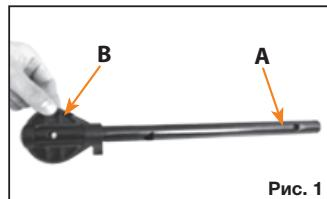

Рис. 1
2. Вставьте нижнюю часть рукоятки **A** в кронштейн **B** (рис. 1)